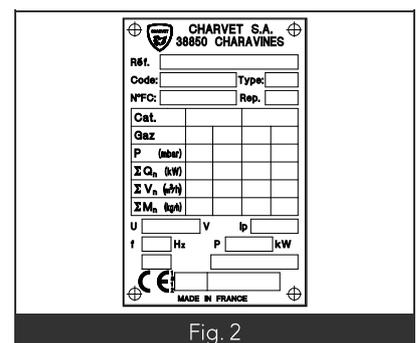

Fig. 2
- Régler le minuteur (Fig7 Fig2) selon le temps souhaité.